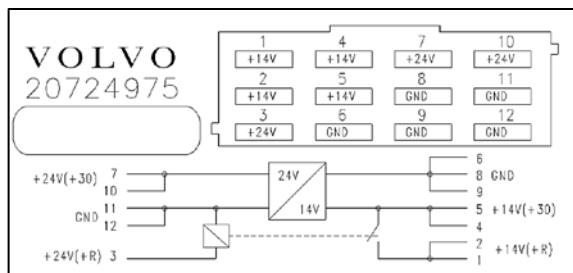

FIGURE 16
25. Utiliser le diagramme électrique montré dans la Figure 16 pour vérifier les connexions.